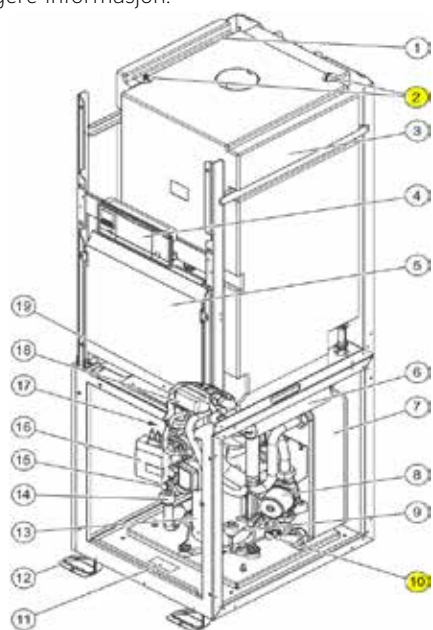
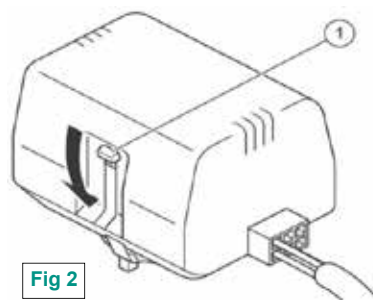
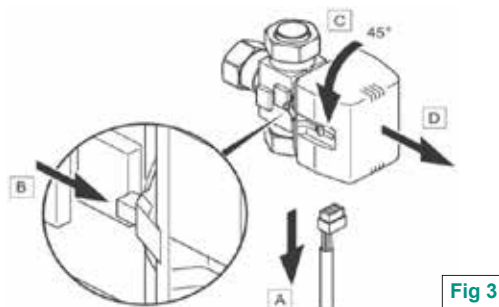

Fig 1
Fig 2
Fig 3
A) Monter en vannfylt slange med trykkvann på kuleventil (3/4") i maskinrommet. Denne er under sirk. pumpe for varmeanlegget på høyre side, se **fig 1**, pkt 10.
B) Vekselventil settes i midtstilling. Trykk den hvite omkoblingspaken nedover. Både varme og varmtvann er nå åpne, se **fig 2**, pkt 1.
C) Åpne de 2 lufteniplene på toppen av varmepumpen for å lufte, se **fig 1**, pkt 2. Monter slange for å føre vann til sluk/bøtte.
3 leder til utføler (fig 1) som kobles til kantkontakt på kretskort (fig 2 & merket gult på fig 3).
Koble W føler (SP) merket 1 & 2 på fig 3. Husk å fjerne 3-polede pinnesokkel før montering av VRC 700 i varmepumpe eller veggboкс Fig 1 = Utføler Fig 2 = Kantkontakt Fig 3 = Kretskort i VP